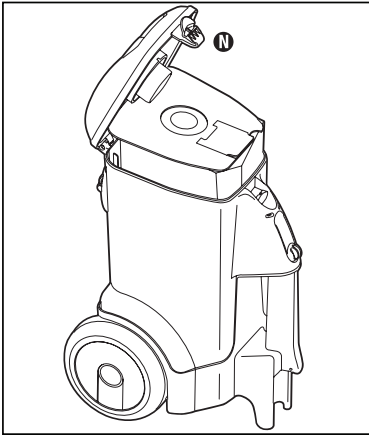

Fig. 10
Étape 2 : Ouvrez le couvercle en appuyant sur le verrou du capot! **N** (Fig. 10).